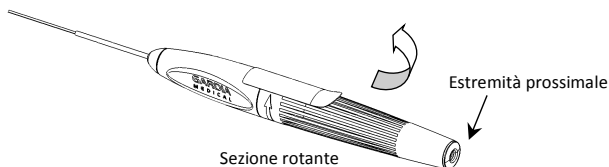

Fig. 4: Rimozione dell'adesivo di sicurezza
1. Tenere il manipo di attivazione e staccare l'adesivo di sicurezza (Fig. 4).